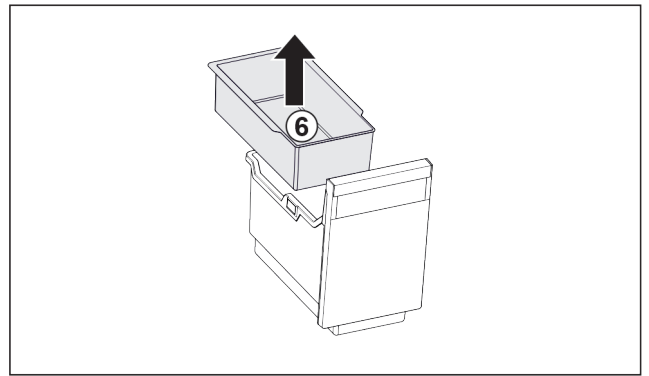

Fig. 81
- ▶ Retirer le Fig. 81 (6) balconnet pour glaçons.